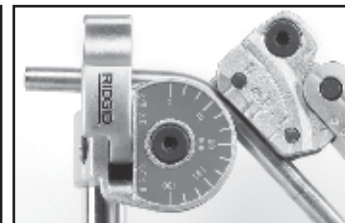

Рис. 5
5. Поворачивайте рукоять каретки вокруг формы, пока линия "0" на каретке не совместится с обозначением требуемого угла изгиба на форме (рис. 5).